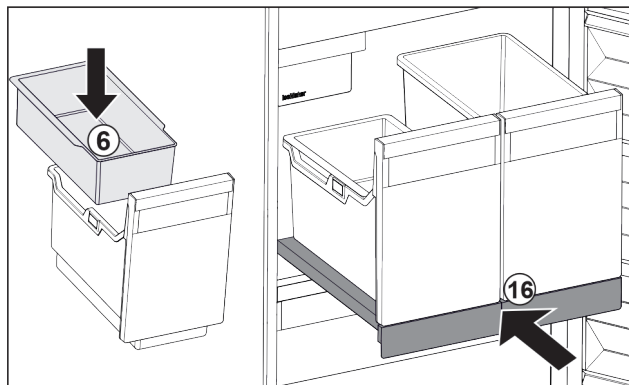

Fig. 130
- ▶ Inserire la vaschetta da agganciare Fig. 130 (6) per i cubetti di ghiaccio.
- ▶ Inserire il ripiano estraibile con il contenitore (IceTower). Fig. 130 (16)